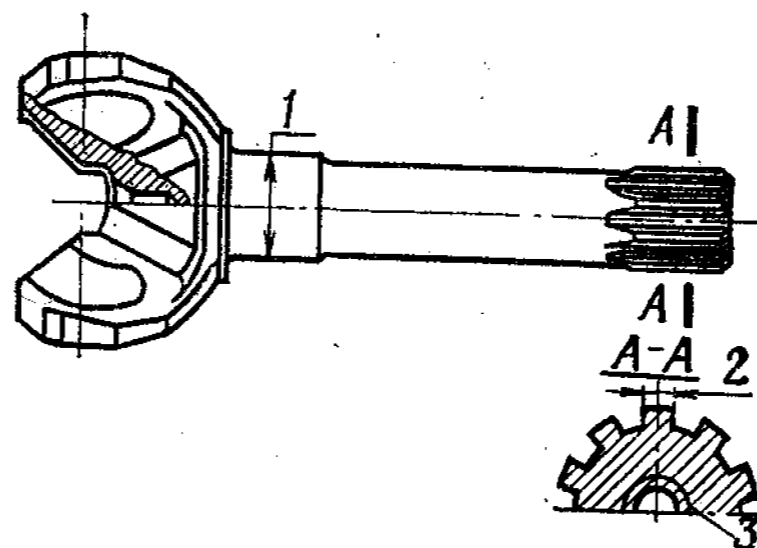

Рис. 130. Наружный кулак шарнира
6. Наружный кулак шарнира (рис. 130)